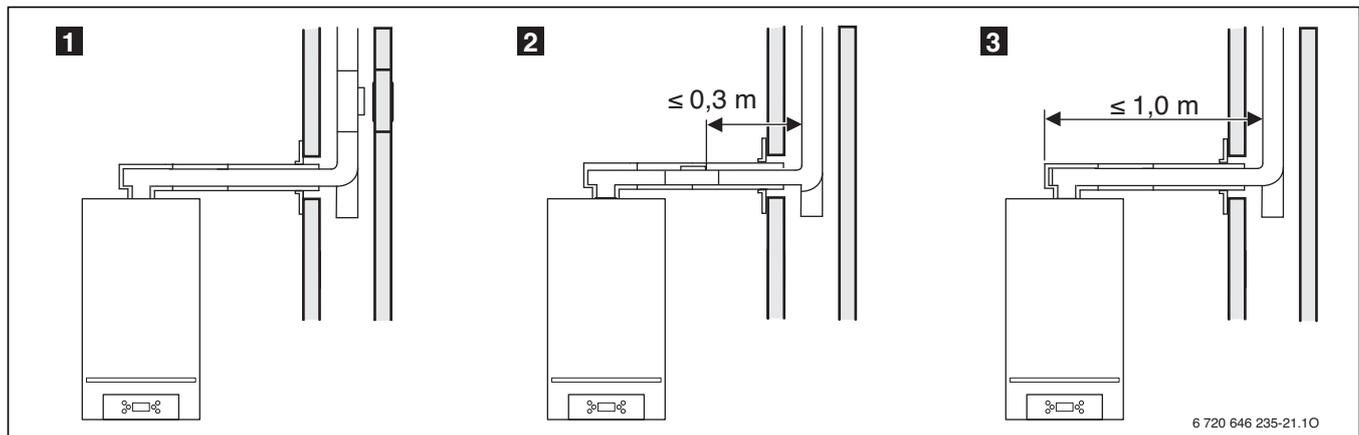

Bild 32
- 1** im senkrechten Teil der Abgasanlage direkt oberhalb der Einführung des Verbindungsstückes (Bild 32)
- 2** seitlich im Verbindungsstück höchstens 0,3 m entfernt von der Umlenkung in den senkrechten Teil der Abgasanlage (Bild 32)
- 3** an der Stirnseite eines geraden Verbindungsstückes höchstens 1,0 m entfernt von der Umlenkung in den senkrechten Teil der Abgasanlage (Bild 32).